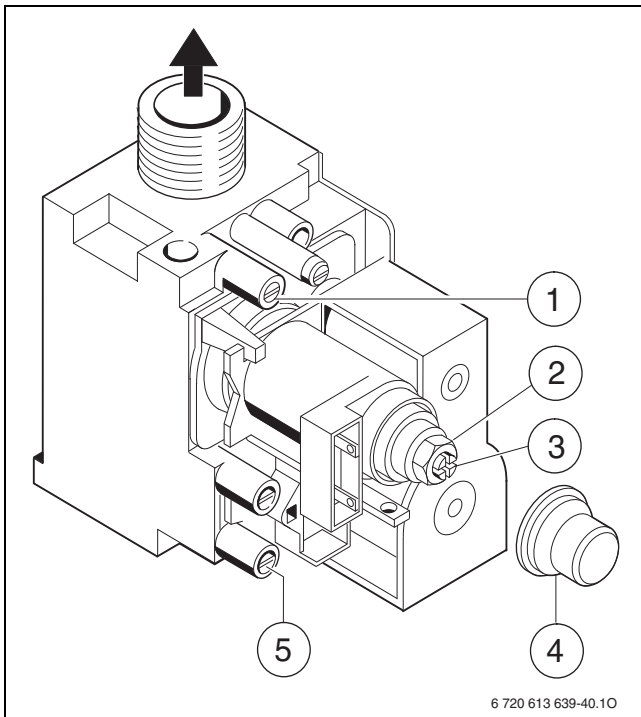

Bild 56 Gasarmatur
- Dichtschaube am Mess-Stutzen für Düsendruck (→ Bild 56, [1]) lösen und U-Rohrmanometer anschließen.
- Abdeckung (→ Bild 56, [4]) entfernen.
- Für „max“ angegebenen Düsendruck (mbar) aus Tabelle Seite 54 entnehmen. Düsendruck über Einstellschraube max. Gasmenge (→ Bild 56, [2]) einstellen. Rechtsdrehung mehr Gas, Linksdrehung weniger Gas.
- Für „min“ angegebenen Düsendruck (mbar) aus Tabelle Seite 54 entnehmen. Düsendruck über Einstellschraube min. Gasmenge (→ Bild 56, [3]) einstellen.
- Dichtschaube am Mess-Stutzen für Gas-Anschlussfließdruck (→ Bild 56, [5]) lösen und Druckmessgerät anschließen.
- ▶ Abdeckung (→ Bild 56, [4]) entfernen.
- ▶ Für „max“ angegebene Gasdurchflussmenge aus Tabelle Seite 54 entnehmen. Gasdurchflussmenge über Gaszähler an Einstellschraube max. Gasmenge (→ Bild 56, [2]) einstellen. Rechtsdrehung mehr Gas, Linksdrehung weniger Gas.
- ▶ Für „min“ angegebene Gasdurchflussmenge aus Tabelle Seite 54 entnehmen. Gasdurchflussmenge über Gaszähler an Einstellschraube min. Gasmenge (→ Bild 56, [3]) einstellen.